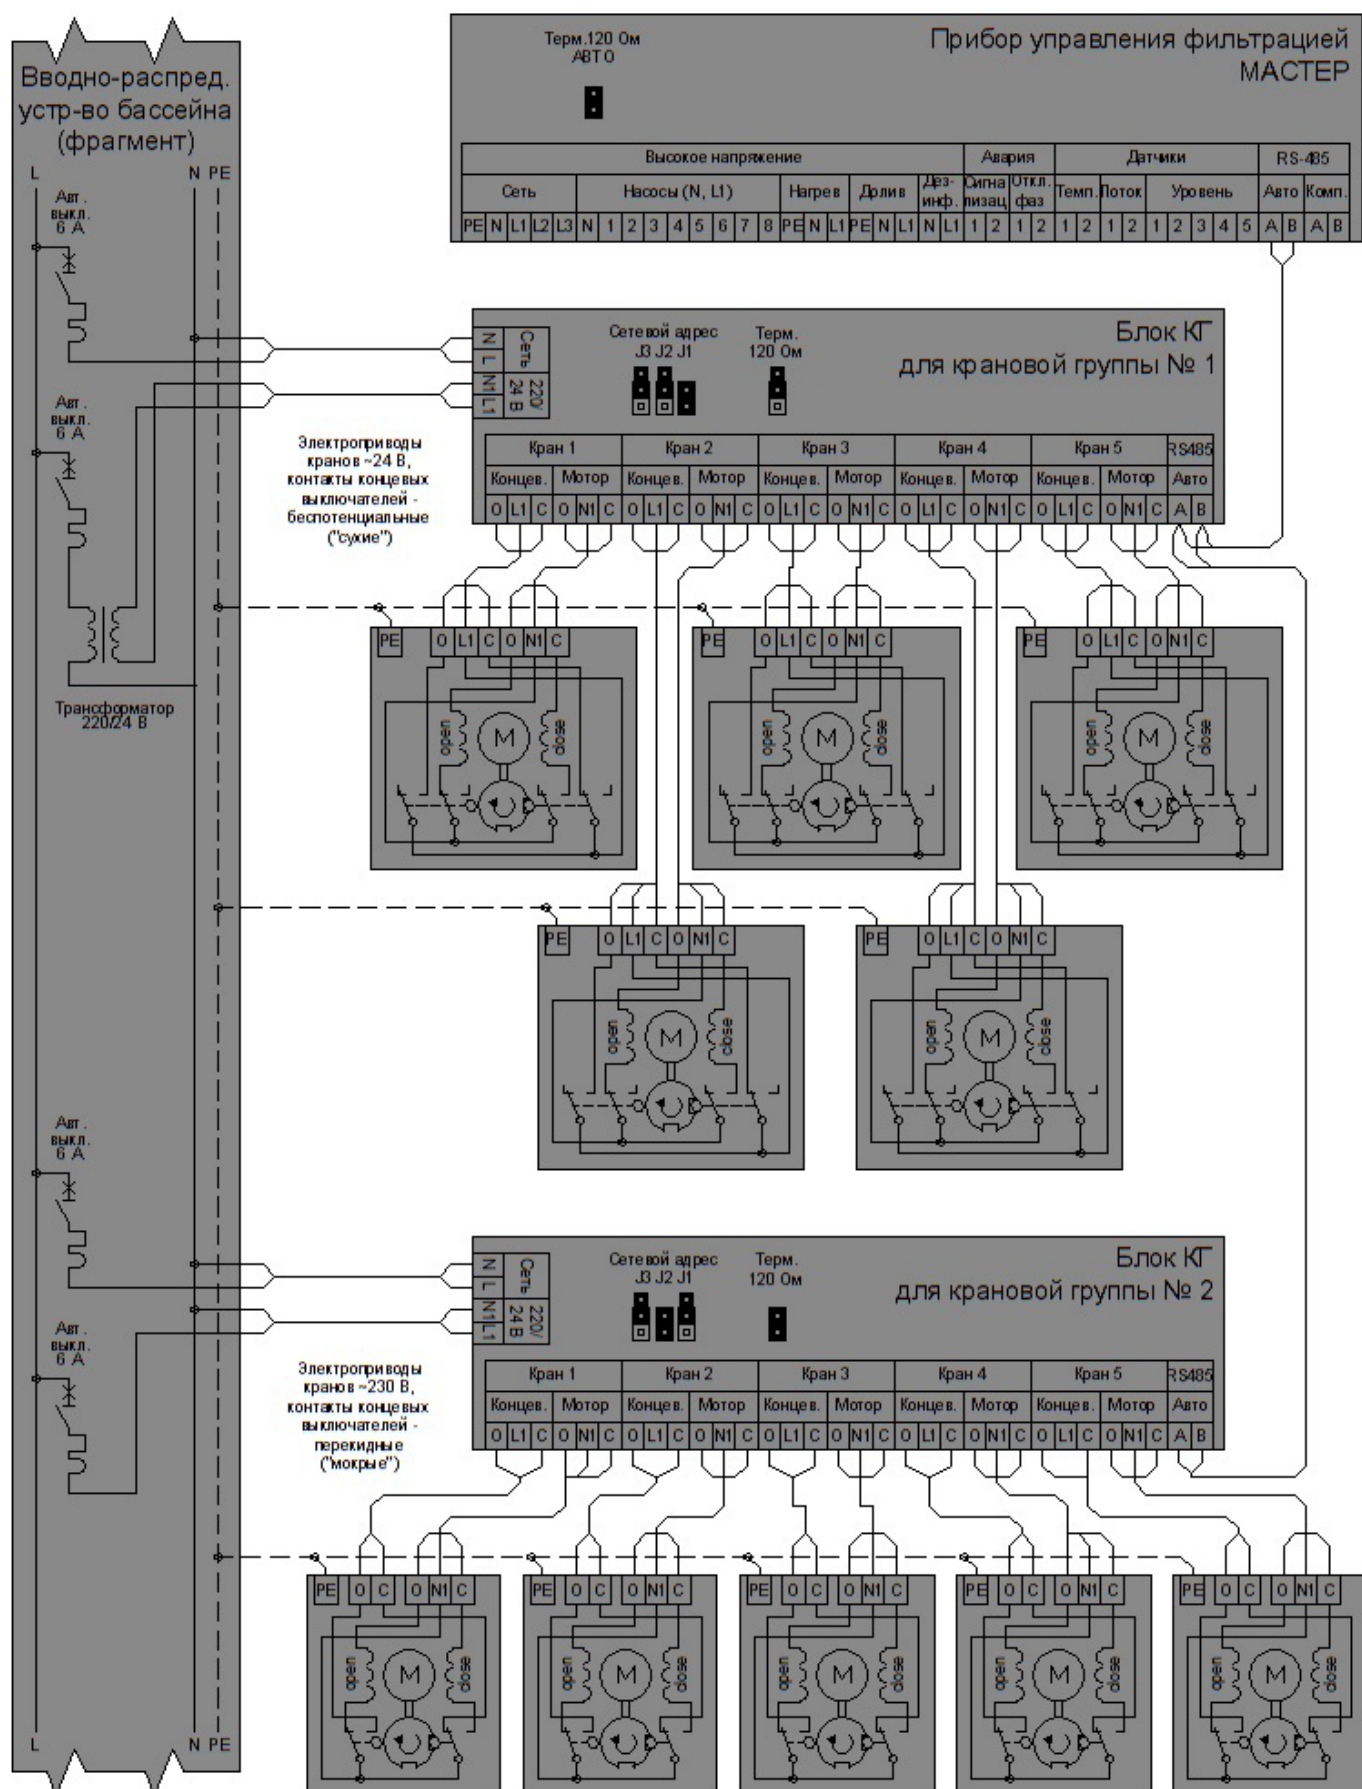

Рис.4.3-4 Схема подключения блоков КТ для разных типов электроприводов кранов
Примеры подключения блока КГ и электроприводов кранов изображает схема на рис. 4.3-4. Эта схема даёт наглядное представление по следующим вопросам:
На схеме рис.4.3-4 для прибора управления фильтрацией МАСТЕР показано только то его соединение, которое используется для управления крановыми группами; остальные соединения прибора МАСТЕР условно не показаны.
- убедиться, что во вводно-распределительном устройстве бассейна выключены автоматические выключатели, относящиеся к блоку КГ (см. рис.4.3-4);